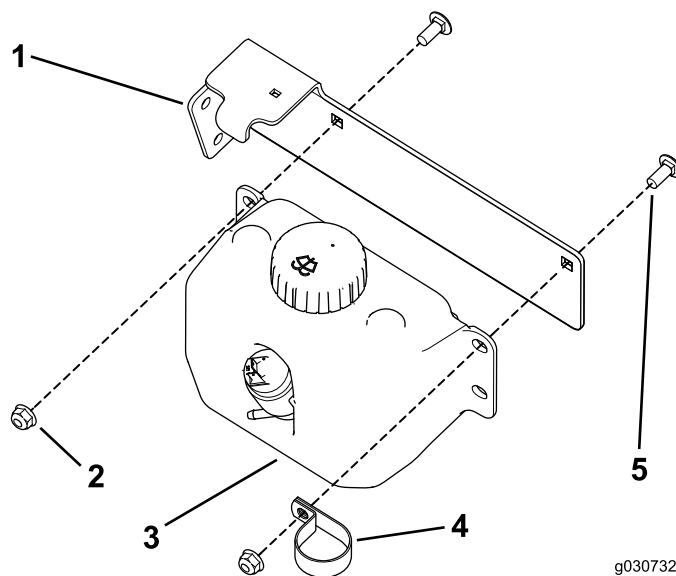

Figura 32
3. Utilizzate i 2 bulloni a testa tonda e dadi di bloccaggio per fissare il serbatoio lavacrystallo e il serratubi a R al supporto del serbatoio (Figura 32).